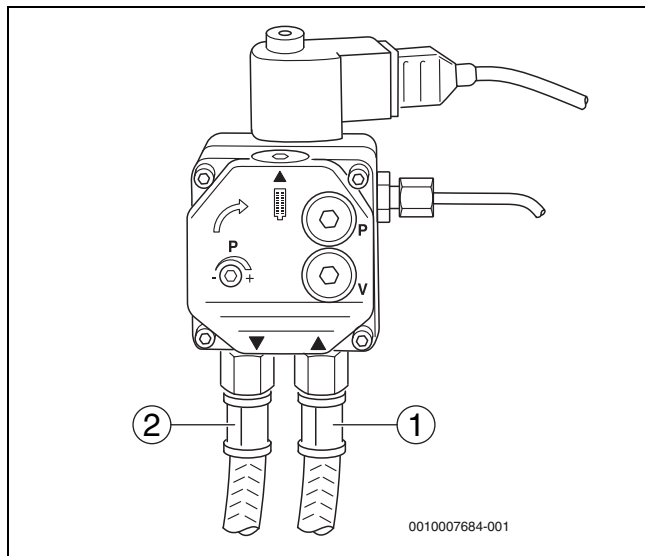

Fig. 17 Pompa gasolio – Danfoss
- Fare attenzione a non scambiare la tubazione di aspirazione del gasolio e il tubo di ritorno quando si collega il dispositivo di alimentazione del gasolio (→ fig. 17 e 18).